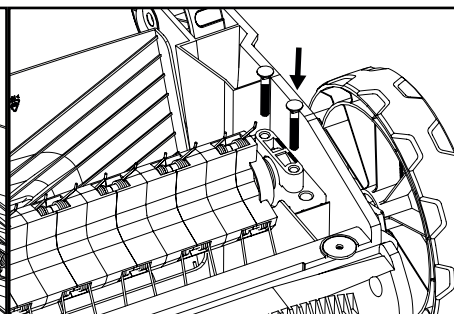

Рис.9
4. Затяните приводной вал двумя болтами подходящим ключом и плотно закрепите режущее устройство (рис.9).